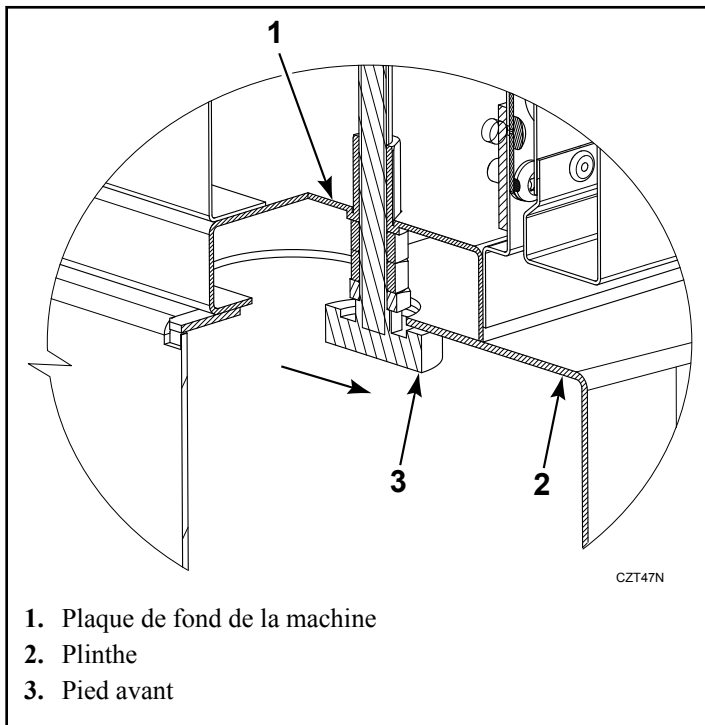

Figure 25
9. Puis, poussez le séchoir vers l'avant pour bloquer les pieds avant, voir *Figure 25*.